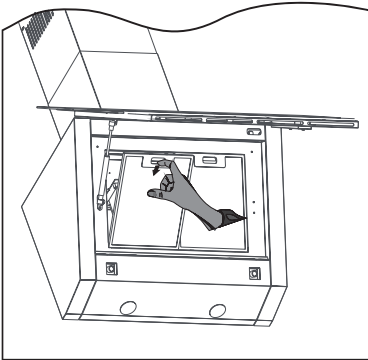

Abb.7: Metallfettfilter entnehmen, bzw. einsetzen
- Griffleiste des Metallfettfilters nach unten drücken (⇒ Abb. 7).
- Zum Wiedereinsetzen den trockenen Metallfettfilter unten mit den Laschen einsetzen, Griffleiste drücken, Filter nach hinten in den Rahmen einsetzen und Griffleiste loslassen, damit der Filter in den Rahmen einrastet (⇒ Abb. 7).
Reinigungsanzeige C ( $\Leftrightarrow$  Abb. 7) muss manuell gelöscht werden.